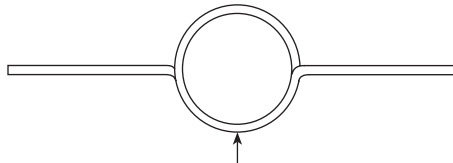

Fig. 11
2. Rimuovere la sonda (se installata) e avvolgere due cavetti di controllo a 10 mm ($\frac{3}{8}$ ") dell'estremità della punta sensibile, in modo che si trovino a 90° l'uno dall'altro, come mostrato nelle Figure 11 e 12.